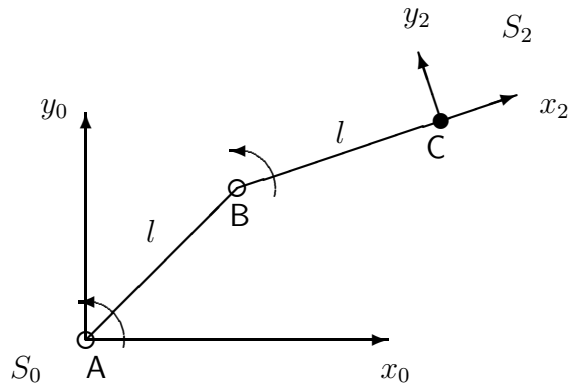
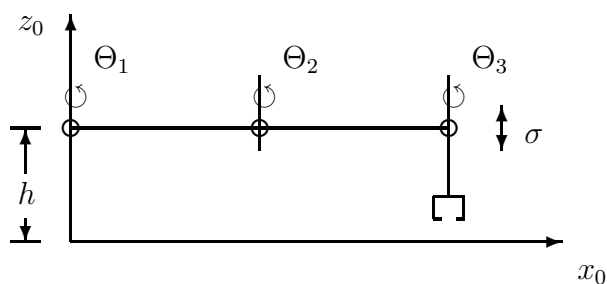

Bild 1
Bild 2
Bild 1 zeigt die schematische Darstellung eines Roboters mit zwei gleichlangen Gliedern der Länge l .
- 2.1 Zeichnen Sie in Bild 1 und Bild 2 die Gelenkkoordinatensysteme S_3 und S_4 sowie die Gelenkkoordinaten Θ_3 und σ ein.